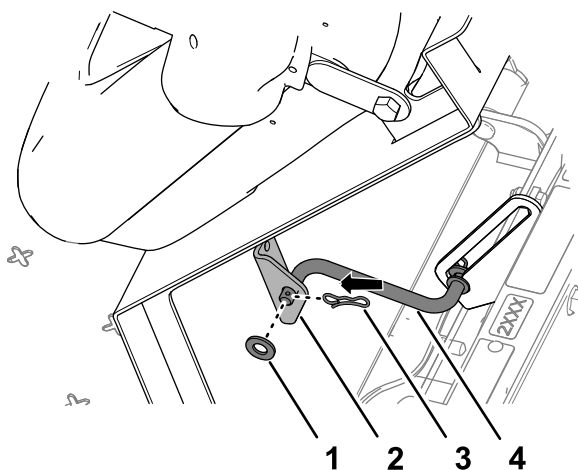

Figura 224
5. Monte a barra de apoio no suporte do banco com a anilha e perno de gancho (Figura 224).